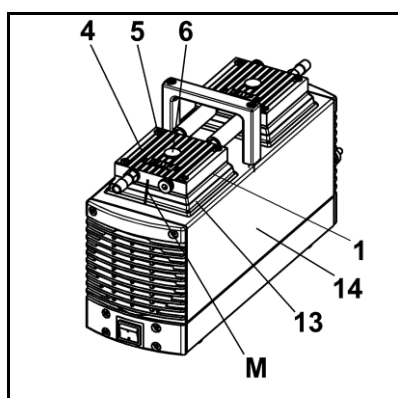

Abb. 12: Pumpenköpfe abmontieren
1. Die beiden durch die pneumatische(n) Verschaltung(en) verbundenen Pumpenköpfe entsprechend der Markierungen (M) auf das Gehäuse setzen.
i Dabei darauf achten, dass die Abdeckung (Abb. 12/13) am Pumpenkopf anliegt und nicht gequetscht wird. Dazu mit einem kleinen Schraubendreher vorsichtig zwischen Abdeckung (13) und Pumpenkopf entlang fahren.
- i** Wird die Abdeckung zwischen Zwischenplatte (1) und Kopfdeckel (4) eingeklemmt, erreicht die Pumpe nicht die pneumatische Sollleistung.
2. An beiden Pumpenköpfen die Schrauben (5) über Kreuz handfest anziehen (Anzugsmoment: 3 Nm).